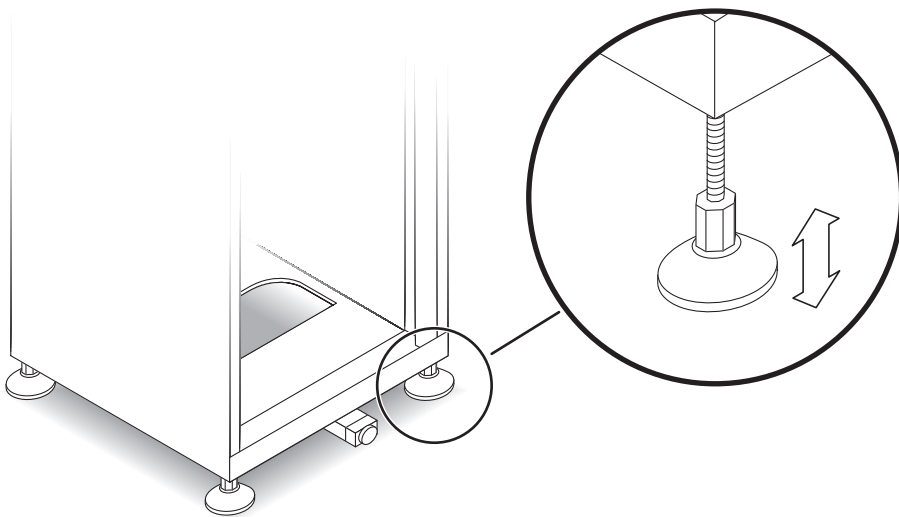

图 4 调整水平支脚
1. 按《Sun Rack Installation Guide》中所述固定机柜，并用扳手调整水平支脚，校准垂直位置（图 4）。